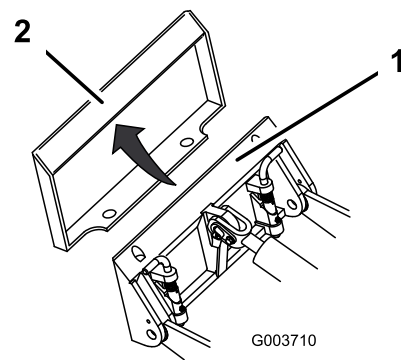

Bild 16
4. Setzen Sie die Befestigungsplatte in die obere Lippe der Aufnahmeplatte am Anbaugerät (Bild 16).